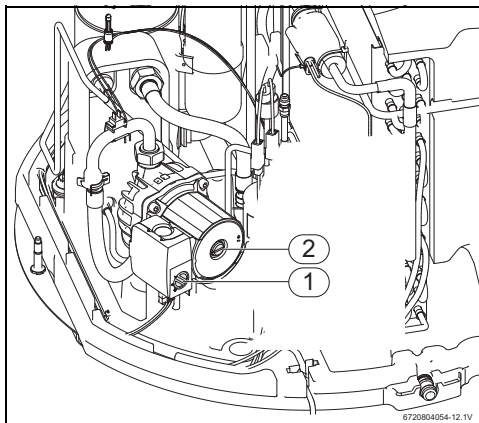

Bild 13 Umwälzpumpe
- ▶ Wahlschalter der Umwälzpumpe (Abb. 13, [1]) auf « III » stellen.
- ▶ Ablassschraube der Umwälzpumpe (Abb. 13, [2]) öffnen Wasser gleichmäßig und ohne Luftblasen abläuft.